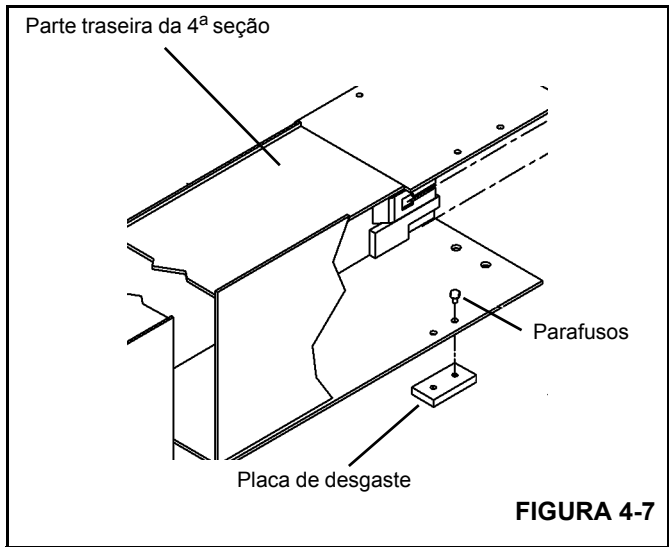

FIGURA 4-7
2. Prenda as placas de desgaste traseiras na parte inferior da 4ª seção conforme as etiquetas de remoção. Use Loctite 243 azul em todos os parafusos de montagem das placas de desgaste (Figura 4-7).